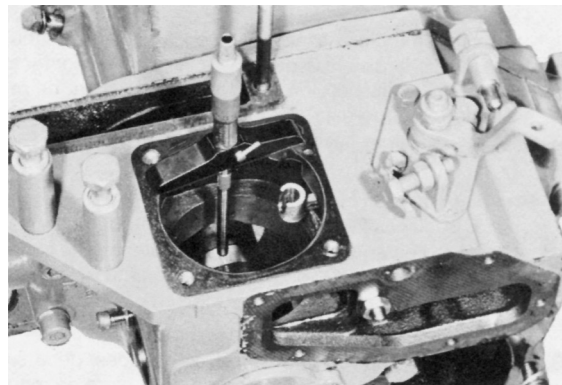

Figure 41.
2. Mesurer la distance du plan de fixation sur le carter de distribution jusqu'au cercle primitif de la came de pompe, voir figure 41 (la came doit être tournée du côté du vilebrequin). Le mesurage se fait avec un micromètre de profondeur ou un calibre de profondeur. Cette cote doit être de $82,8 \pm 0,2$ mm et comprend également l'épaisseur du joint (à l'état comprimé) entre la bride de la pompe et le carter de distribution. Pour cette raison, il doit se trouver un joint comprimé sur le carter lors de la mesure. Cette cote doit être correcte pour que l'angle d'injection aussi soit correct.